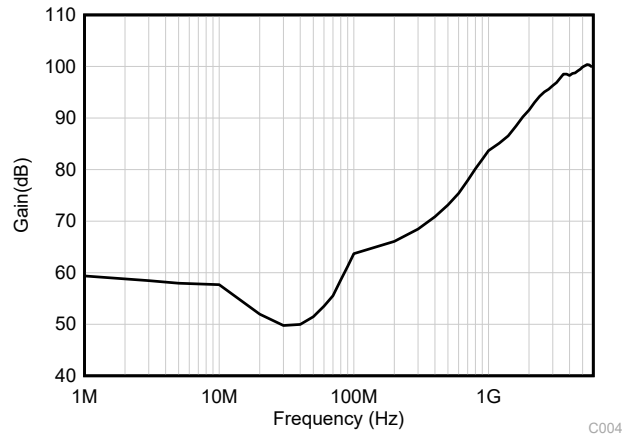

图 6-3. EMIRR 测试
OPAx991-Q1 使用集成电磁干扰 (EMI) 滤波功能来降低干扰源 (如无线通信设备以及混合使用模拟信号链和数字元件的高密度电路板) 产生的 EMI 效应。利用电路设计技术可以提高 EMI 抗扰度；OPAx991-Q1 可从这些设计改进中受益。德州仪器 (TI) 已经开发出在 10MHz 至 6GHz 扩展宽频谱范围内准确测量和量化运算放大器抗扰度的功能。图 6-3 展示了对 OPAx991-Q1 执行此测试的结果。表 6-1 列出了 OPAx991-Q1 在实际应用中常见特定频率下的 EMIRR IN+ 值。